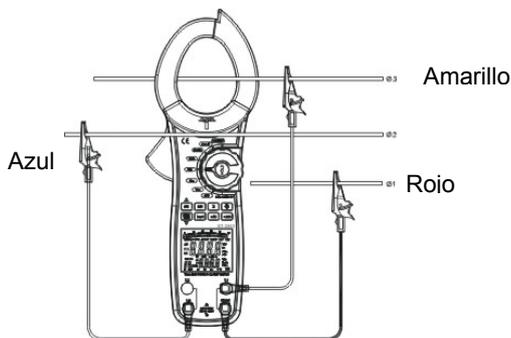

Figura 15
- Cuando se haga una medición trifásica tres conductores, mantenga SEL durante 5 segundos y el medidor muestra **303W**, presiones SEL de nuevo durante 5 segundos para salir de la fase trifásica de 3 conductores, conectando el medidor como en la figura 15.
En la figura 15  $\Sigma W = W2 + W3$ .